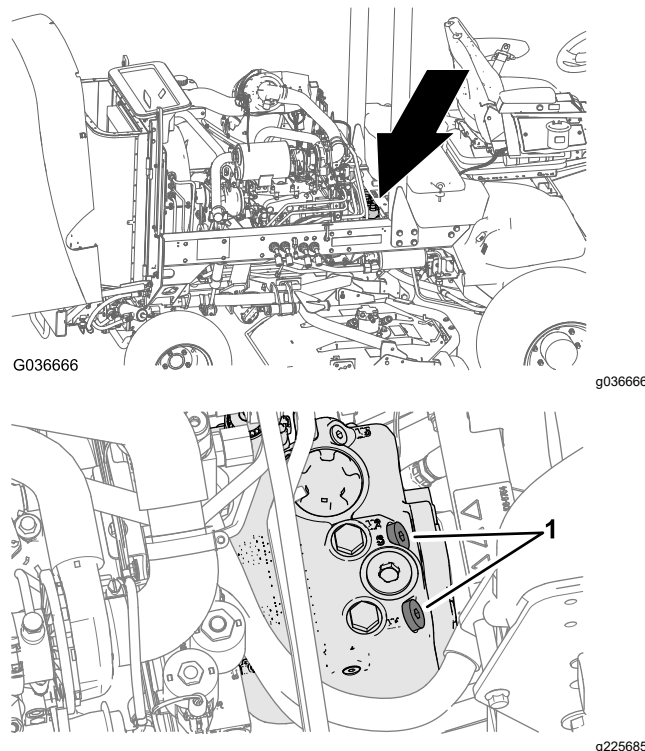

Figure 31
1. Ouvrez le capot et localisez les clapets de décharge (Figure 31) au sommet de la pompe, derrière la batterie/les bacs de rangements.